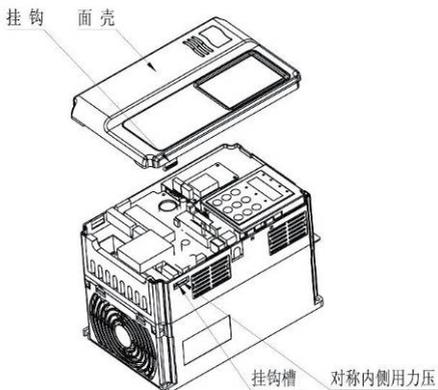
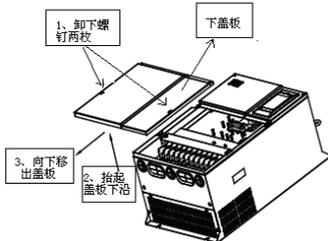

图 3-2 塑胶外壳下盖板拆卸图
图 3-3 钣金外壳下盖板拆卸图
15kW 以下 PC6000 系列变频器采用塑胶外壳，塑胶外壳下盖板的拆卸参见图 3-2、图 3-3。可用工具将下盖板的挂钩往内侧用力顶出即可。
18.5kW 以上 PC 系列变频器采用钣金外壳，钣金外壳下盖板的拆卸参见图 3-3。可用工具直接将下盖板的螺丝拧松即可。